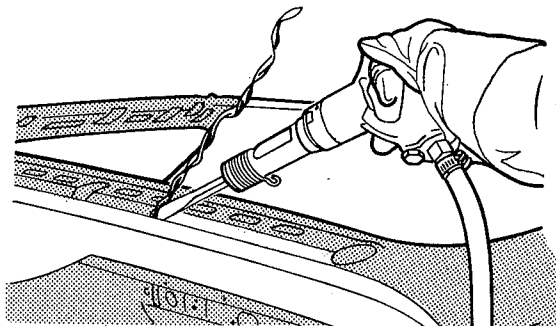

fig. 36
3. Remover o painel do teto e, com o auxílio de uma talhadeira pneumática, remover as bordas remanescentes do painel, em todo o quadro do teto (fig. 36)